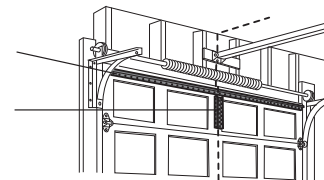

FIGURE 1
- Percez des trous de fixation de 3/16 po. Fixez le support de porte à l'aide des deux vis autotaraudeuses 1/4 po - 14 x 5/8 po. (Figure 1)